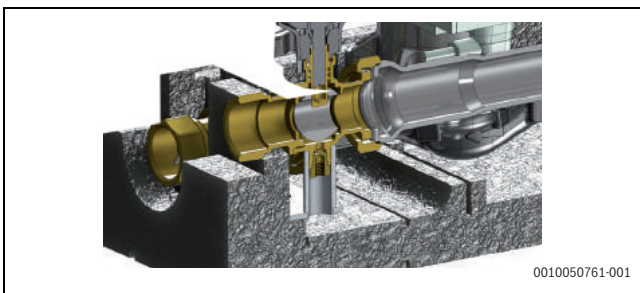
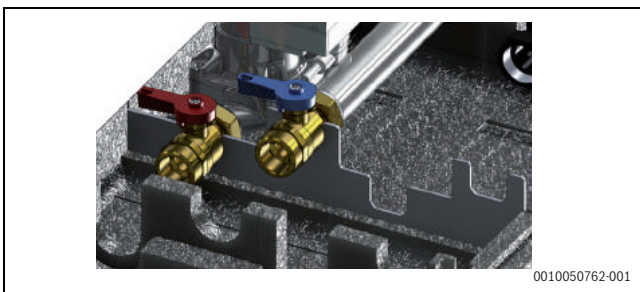

Fig. 226 Fixation de l'unité de circulation DN25
Fig. 227 Fixation de l'unité de circulation DN20
4. Avant de fixer le collecteur de zone/séparateur hydraulique au mur, installer les unités de distribution dessus. Comme illustré dans les figures (→ fig. 226 et fig. 227), faire attention lors de la fixation des unités sur le gabarit anti-rotation.